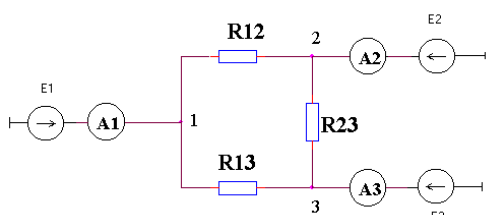

Рис.6. Электрическая схема соединения сопротивлений треугольником.
1. Собрать электрическую схему цепи (рис.6.). Перед началом работы все ключи на магазинах сопротивлений должны быть замкнуты, т.е. находится в положении «Включено».
10. Собрать электрическую схему цепи (рис.6.).